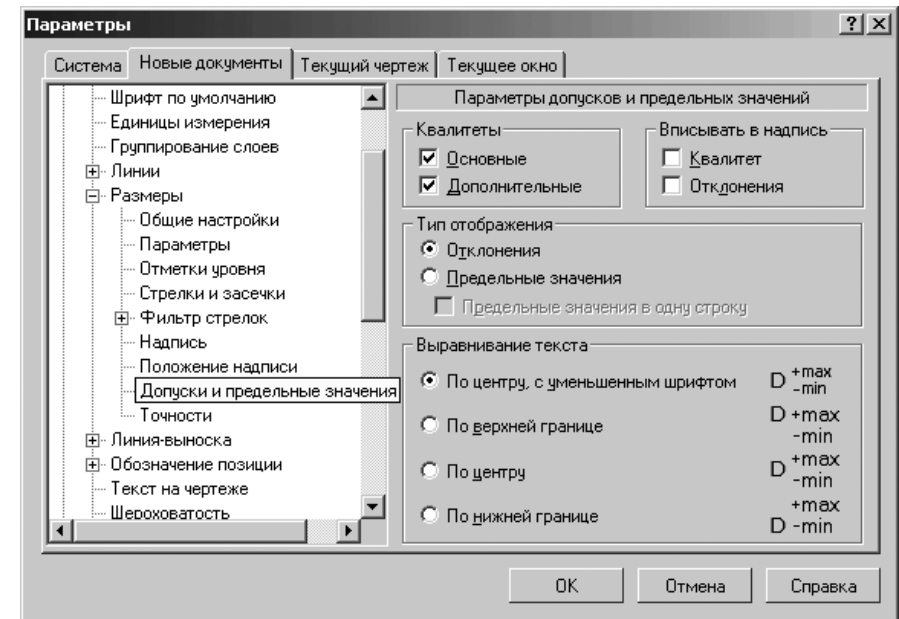

Рис. 10.32. Диалоговое окно **Параметры** с открытой вкладкой **Новые документы** и панелью **Параметры допусков и предельных значений**
- щелкните в списке настраиваемых элементов **Размеры** по пункту **Допуски и предельные значения**. В правой части появится панель **Параметры допусков и предельных значений**, показанная на рис. 10.32;